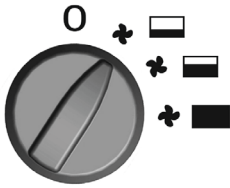

FIG. 1
- **Fig.: 1** – Minimale capaciteit